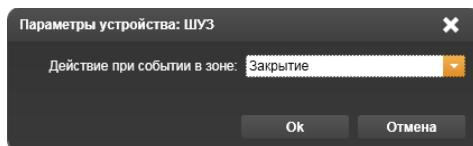

Рисунок 14.3.16 – Окно Параметры устройства: ШУЗ
**ШУЗ** подключается к устройству класса ППКП. Если выделить строку с устройством **ШУЗ**, становится активной кнопка **Редактировать** на панели инструментов. Если щелкнуть на ней или выбрать функцию **Свойства** в контекстном меню, вызываемым щелчком вспомогательной клавиши компьютерной мыши, откроется окно **Параметры устройства: ШУЗ** (Рисунок 14.3.16).